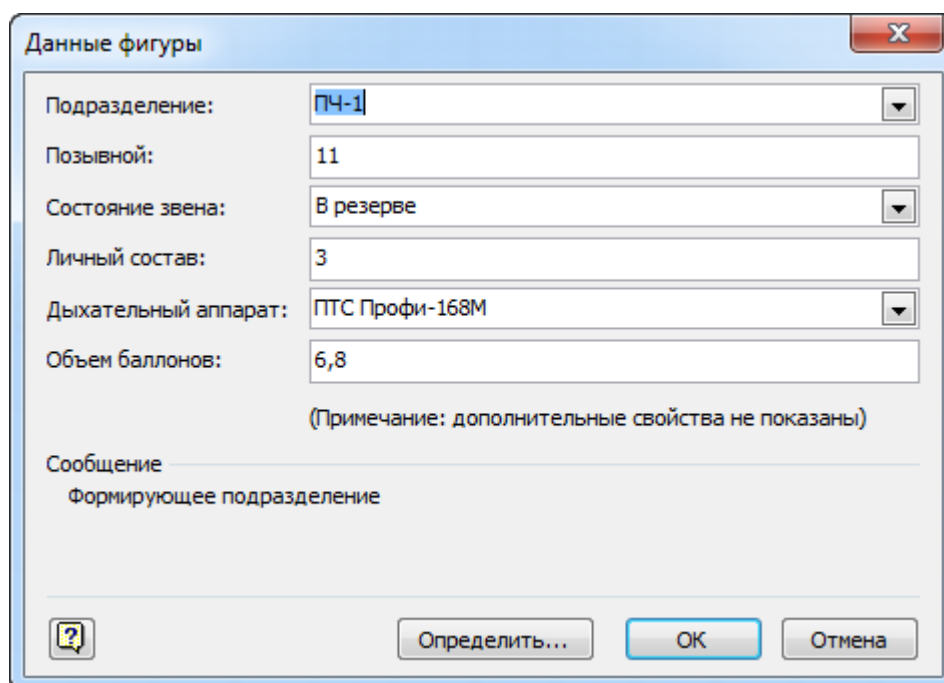
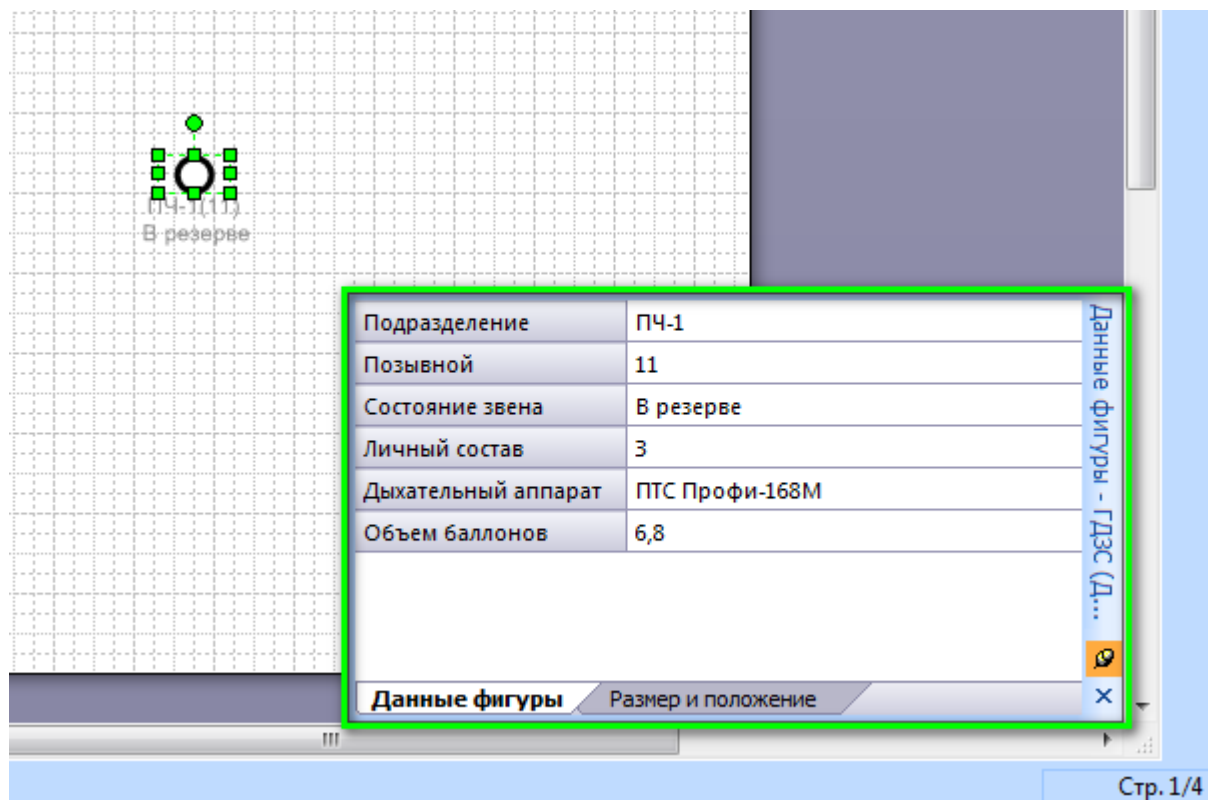

Рисунок 152 - Окно «Данные фигуры» в виде стандартного диалогового окна Windows
Рисунок 153 - Окно «Данные фигуры» в виде встроенного окна Visio
Данные фигур представляют собой набор свойств в виде пар Имя/Значение. Значения свойств могут быть числовыми, текстовыми, датами или логическими. Данные могут вводиться как напрямую с клавиатуры, так и путем выбора варианта из выпадающего списка (рис. 152).
- обычное диалоговое окно Windows (рис. 152)
- специальное окно Visio (рис. 153)
Если у фигуры уже имеются свойства, то сперва будет показано окно «Данные фигуры» показанное на рисунке рис. 152. Если же данных нет, то пользователю будет предложено указать их, после чего будет показано окно «Определение данных фигуры» (рис. 157). Из окна «Данные фигуры» открыть окно «Определение данных фигуры» можно воспользовавшись кнопкой «Определить...».
- Сообщение – подпись которая будет выводиться в качестве всплывающей подсказки при наведении на название свойства во встроенном окне (рис. 153) или в строке состояния стандартного диалогового окна (рис. 152).